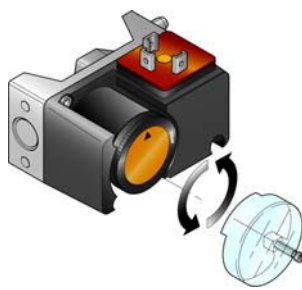

Рис. 20
- Отрегулировать реле максимального давления газа (Рис. 20) на конец шкалы.